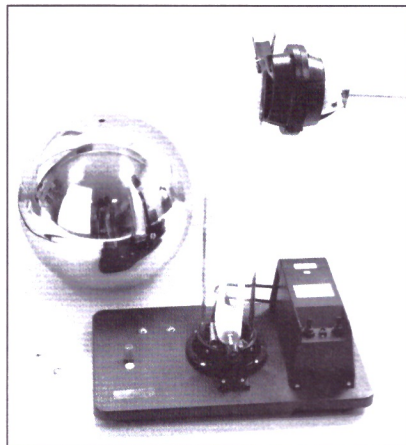
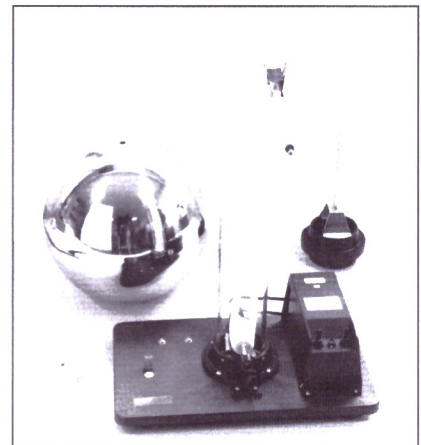

Abb. 3
Abb. 4
2. Der Haltekopf wird nach oben vom Glasrohr abgezogen und seitlich an das Rohr gehängt (Abb. 3). Das defekte Band wird mit einer Klammer am oberen Rand des Glasrohres festgeklemmt (bei gerissenem Band entfällt dieser Schritt – Abb. 4).